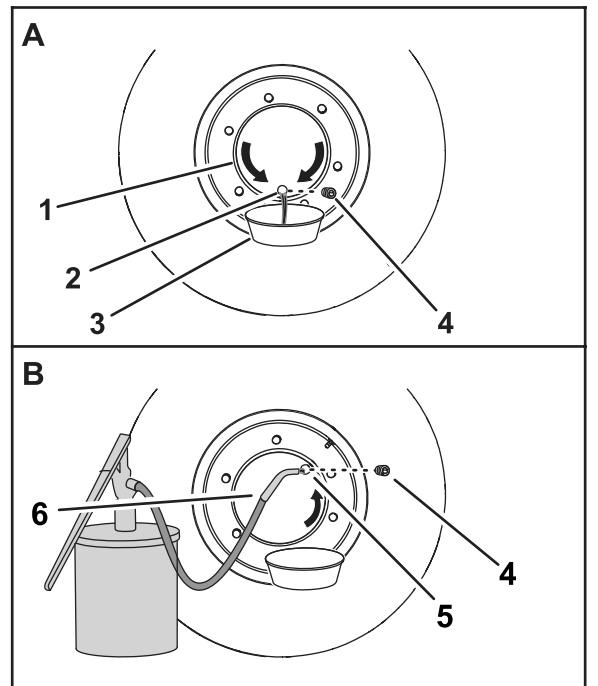

Figure 94
3. Faites avancer ou reculer la machine jusqu'à ce que le bouchon soit à la position 6 heures (**Figure 94**).
4. Placez un bac de vidange sous l'orifice d'huile du moyeu de roue (**Figure 94**).
5. Enlevez le bouchon et vidangez l'huile du train planétaire (**Figure 94**).
7. Faites avancer ou reculer la machine jusqu'à ce que le bouchon soit à la position 2 heures (**Figure 94**) ou 10 heures.